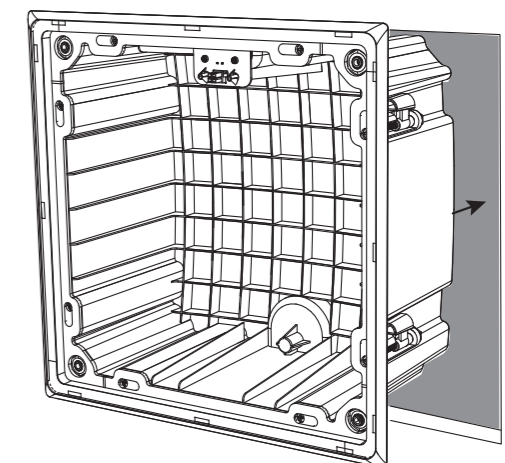

Fig. 17. Installing the back can
2. Con gli otto morsetti di montaggio della lattina posteriore in posizione riposta (verso l'interno), premere la lattina posteriore nell'apertura del muro a secco. Fare attenzione a non pizzicare i cavi degli altoparlanti o le dita (Fig.17).